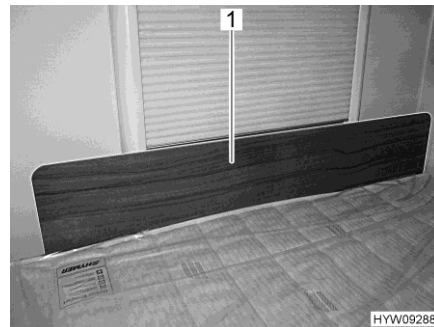

Fig. 84 Pannello di protezione/protezione anticaduta
- Inserire il pannello di protezione (Fig. 84,1) davanti alla finestra, tra il materasso e il telaio della finestra. L'effetto di serraggio del materasso mantiene il pannello di protezione in posizione, davanti al telaio della finestra.